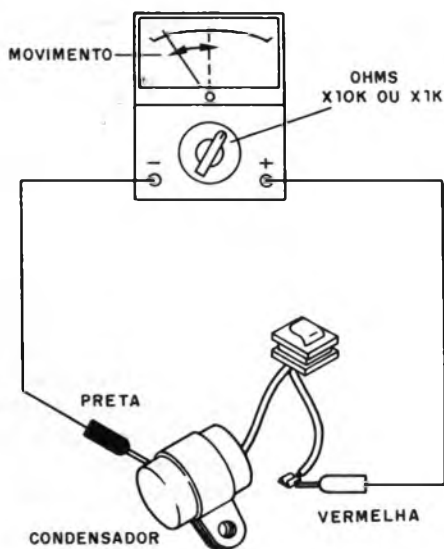

Figura 9
b) O capacitor pode ser testado na escala mais alta de resistência (OHMS X1k ou OHMS X10k). Encostando as pontas de prova em seus terminais, conforme a figura 9, deve haver uma ligeira movimentação da agulha, que em seguida volta ao infinito ( $\infty$ ). Se a agulha não se mover, o capacitor está aberto e se a agulha indicar uma resistência baixa (menor que 10M), ou seja, o ponteiro não voltar ao infinito, o capacitor deve ser trocado, pois está em curto ou com fuga, ou ainda aberto.